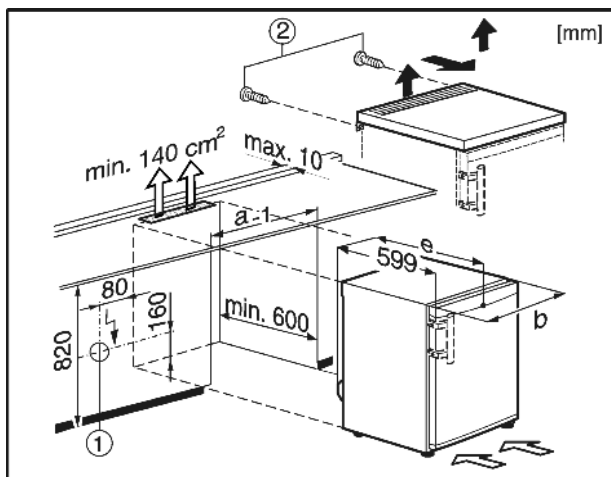

Fig. 9
Tuo metu kištukinis lizdas Fig. 9 (1) turi būti įrengtas už galinės prietaiso sienelės ir lengvai pasiekiamas.
- ▶ galinėje pusėje išsukite varžtus Fig. 9 (2);